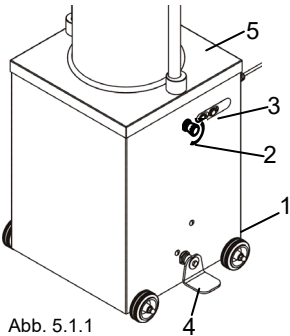

Abb. 5.1.1
Den 16 Ampere-Stecker (nicht dabei) mit dem Speisekabel "1" der Maschine verbinden (Abb. 5.1.1) und dann das Kabel an einer Steckdose, die mit geeignetem Differentialschalter ausgestattet ist, anstecken. Bei der Drehstromversion muss man die Drehung überprüfen und zwar auf folgenderweise:
1. die hintere Schutzverkleidung "5" Abb. 5.1.1. abnehmen.
2. Den Differentialschalter in Pos. "I" bringen, dann Einschalttaste "3", Abb. 5.1.1 drücken und dann das Pedal; gleichzeitig die Motordrehrichtung überprüfen (siehe Pfeil auf Elektromotor).
- Einschalttaste "3" (Abb. 5.1.1) drücken.